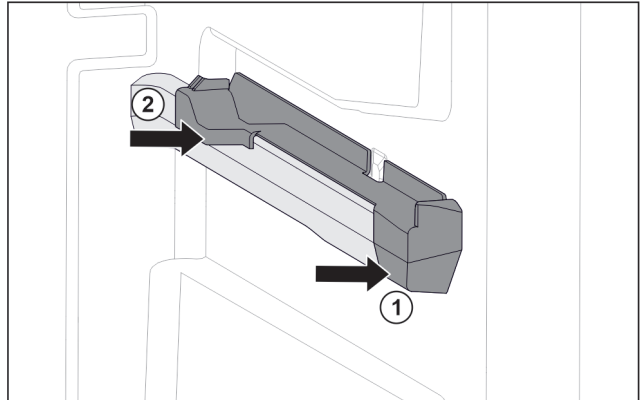

Fig. 63 Insteekelement op rechter containerrib
- ▶ Insteekelement voor tegen containerrib plaatsen. Fig. 63 (1)
- ▶ Insteekelement achter aandrukken. Fig. 63 (2)